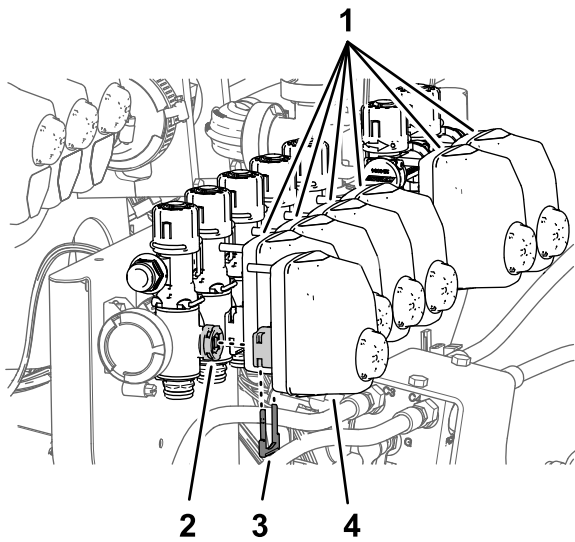

Figura 98
1. Retire os retentores que prendem os atuadores das válvulas das válvulas dos bicos 1 a 7 (Figura 98).
- Retire os atuadores da válvula das válvulas dos bicos 1 a 7 (Figura 98).
- Monte os três acionadores de válvula nas válvulas do bico 1 a 7 (Figura 98) com os retentores que retirou no passo 1.